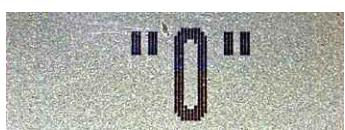

Рис. 15
- Включив питание, устанавливают переключатель SA1 в положение "0...60 В". Сразу после этого на экране индикатора появится ноль в кавычках, показывающий, что начался процесс калибровки нуля (**рис. 15**). Программа определит U_0 , запишет его во флэш-память МК, затем прочитает его из памяти, ещё раз измерит напряжение и уже с учётом U_0 выведет его на индикатор. Он должен строго равняться нулю (**рис. 16**).